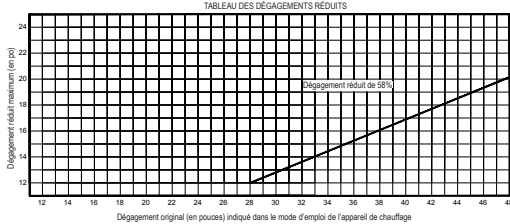

FIG.2
8. Lorsqu'on utilise un écran thermique / écran de plancher / écran mural / protection anti-braises Type 2 HY-C pour protéger un mur, on peut utiliser la trousse d'installation HY-C (pièce ULCK vendue séparément) en positionnant chaque écran contre le mur combustible devant être protégé. Maintenez chaque écran, l'un après l'autre, à plat contre le mur dans la position voulue, et percez des trous de 1/4 po au travers de l'écran et jusque dans le mur. Voir la disposition des trous à la Fig. 2.